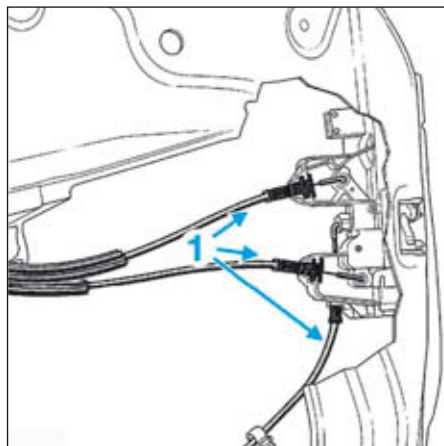

FIG.109
- Déclipper les câbles (1) de la commande d'ouverture de porte latérale coulissante (Fig.109).